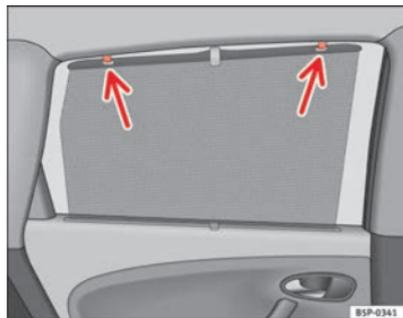

Fig. 85 Persiana puerta trasera
- Desenrolle la persiana y engánchela en los ganchos situados en el marco superior de la puerta ⇒ fig. 85. ■